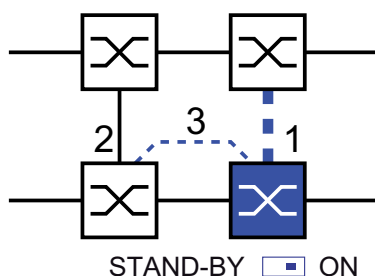

Abb. 24: Zwei-Switch-Kopplung mit Steuerleitung
- ☐ Wählen Sie die „Zwei-Switch-Kopplung mit Steuerleitung“ mit Hilfe des Dialog-Buttons mit der selben Grafik wie die untenstehende (siehe Abbildung 24).